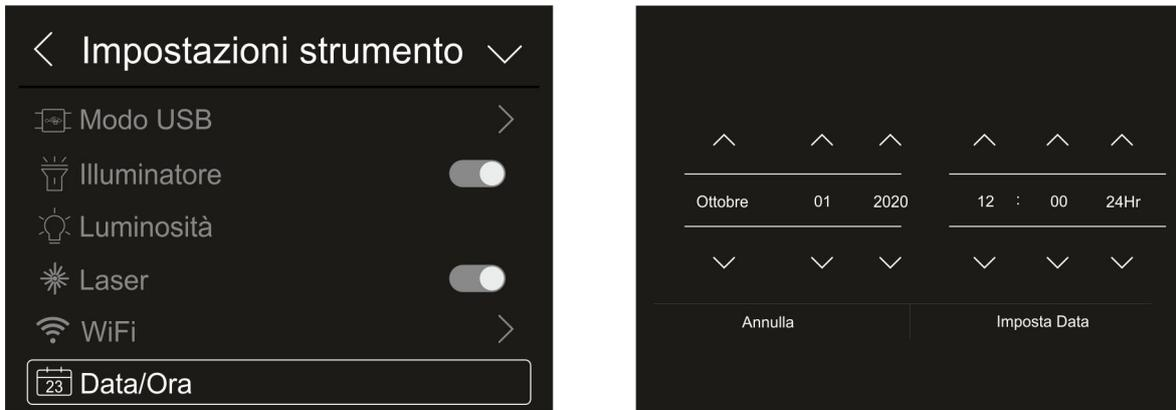

Fig. 18: Impostazione Data/Ora di sistema
1. Toccare la voce “Ora e Data” per eseguire l’impostazione della Data/Ora di sistema. La videata di Fig. 18 – parte destra è mostrata: